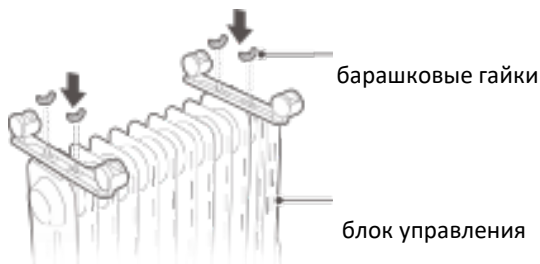

Рис. 2
3. Крепко прикрутите пластины роликов четырьмя барашковыми гайками (рис. 2). Переверните прибор и поставьте колесиками на пол.